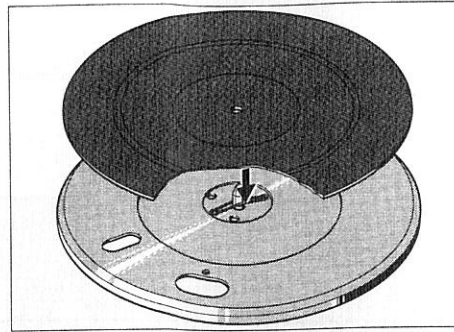

Fig. 2
- Plattenteller aufsetzen und die in der Mitte des Plattentellers angebrachte Sicherung nach unten drücken, bis sie in die Rille der Plattentellerachse einrastet (Fig. 2). Plattentellerbelag auflegen.
- Fit the platter and depress the locking mechanism in its centre until it engages in the groove of the platter spindle (fig. 2). Place the platter mat in position.